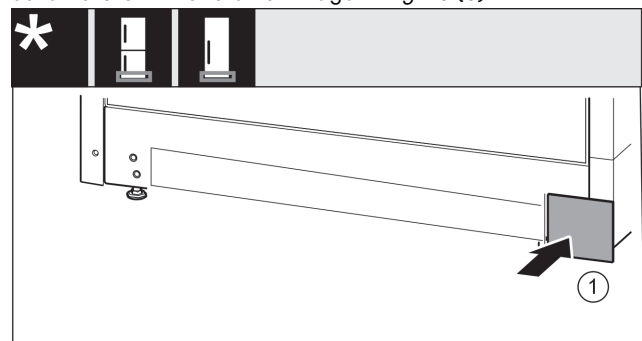

Fig. 16
- ▶ Uzlieciet atpakaļ pārsegu otrajā pusē. Fig. 16 (1)